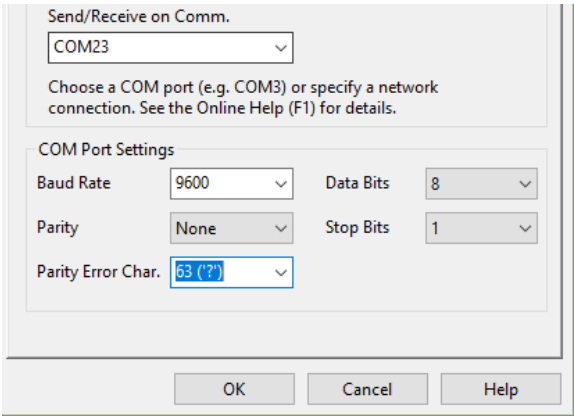

图 1 COM 口基本设定信息
- 1. 能够搜索到本机所有可使用的 COM 口，并在弹出式 ComboBox 中以列表方式让用户选择 CanTool 装置在上位机中映射的 COM 口。并设置相应 COM 口波特率 115200、数据位数 8、停止位数 1。这些设定内容可保存到 CanToolApp 设定文件中，供下次使用。基本信息如图 1 所示。